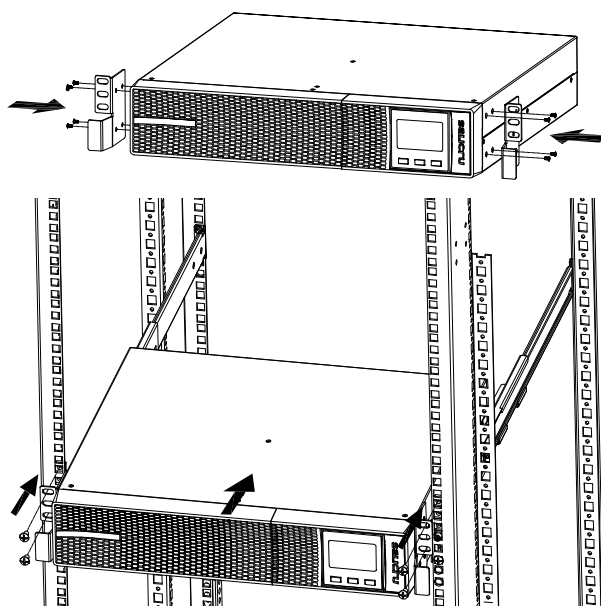
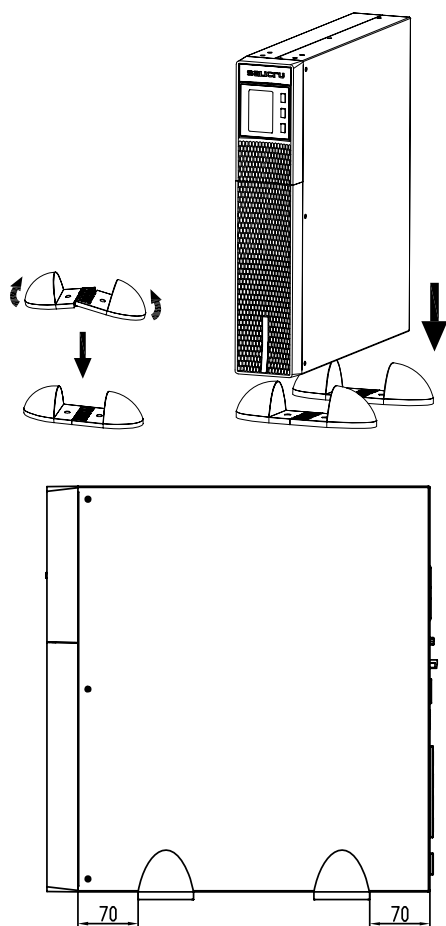

Fig. 6. Montage type rack en armoire de 19", avec extension autonomie (module de batteries).
Fig. 8. Montage vertical -type tour-.
- Les Fig. 4 à Fig. 8 montrent, à titre d'exemple, les graphiques d'un équipement ou de ce dernier avec son module de batteries. Ces illustrations sont d'une aide et d'une orientation dans les étapes à suivre et ne visent en aucun cas à particulariser les instructions à un seul modèle, bien que dans la pratique les actions à effectuer soient toujours les mêmes pour toutes.
- Placez l'onduleur entre les deux bases à une distance de 70 mm de chaque extrémité (voir la Fig. 6).
- Placez l'onduleur et le module de batteries debout entre les deux bases (voir la Fig. 8) et à une distance de 70 mm depuis chaque extrémité, comme il est indiqué à la Fig. 6.